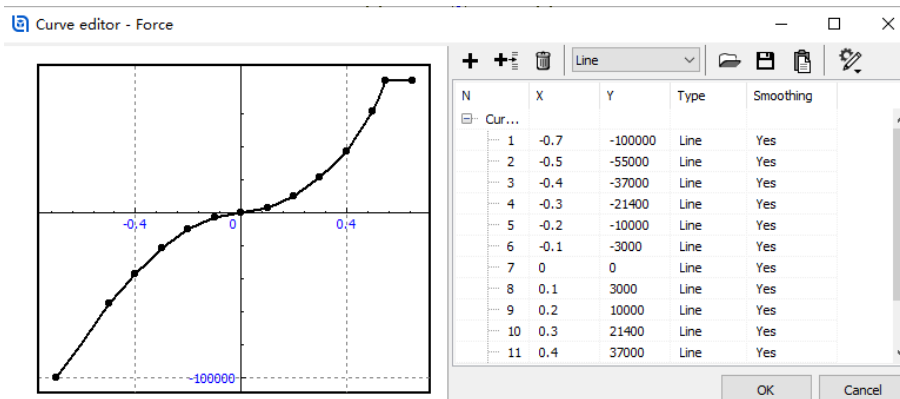
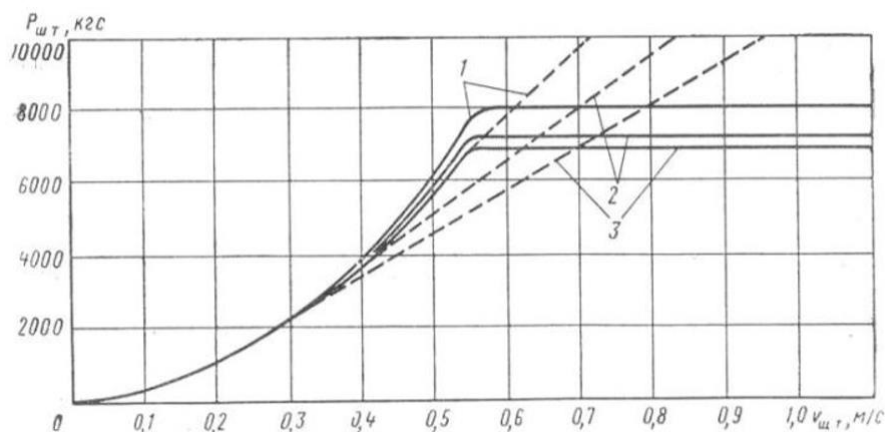

图 1.20
图 1.21
4. 这是事先准备好的一个非线性的减振器力元，如图 1.20 所示，阻尼力是速度相关的函数，与参考文献中的特性曲线（图 1.21）类似。